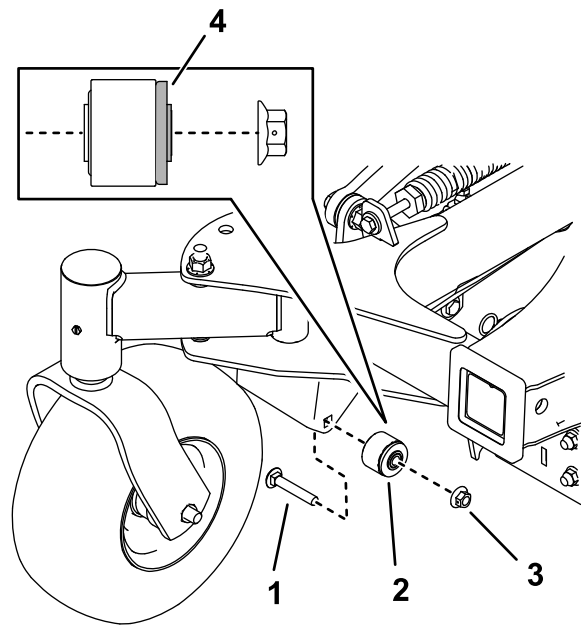

Figura 12
9. Utilice un perno de cuello cuadrado ($3/8$ " x $2 1/4$ ") y una tuerca ($3/8$ ") para instalar los conjuntos de casquillos en la máquina (Figura 12). Apriete el perno a 37–45 N·m (27–33 pies-libra).
Nota: La brida de goma del casquillo debe estar orientada hacia el interior de la máquina, como se muestra en la Figura 12.